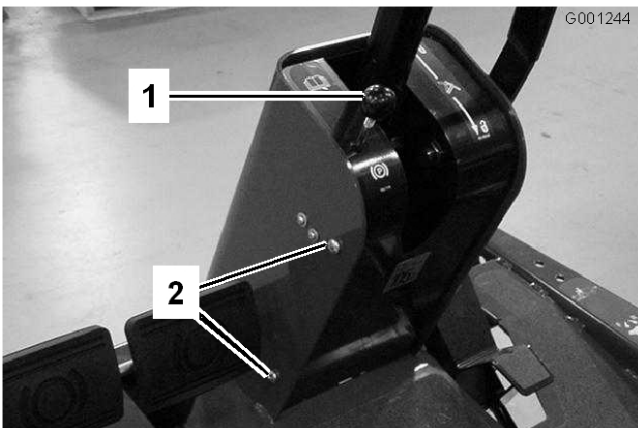

Figure 67
1. Retirez le bouton de la tige du frein de stationnement et les vis du couvercle de la colonne de direction (Figure 67).